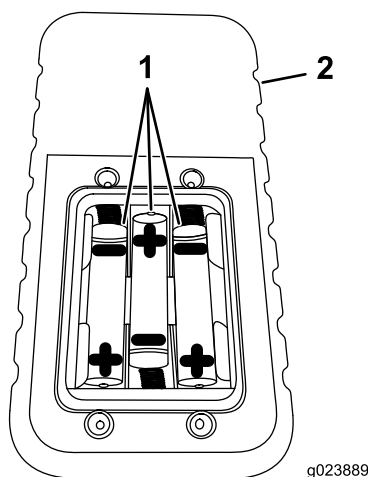

Figura 59
4. Instale 3 pilhas AAA novas no sentido mostrado em Figura 59.
- 4. Instale 3 pilhas AAA novas no sentido mostrado em Figura 59.